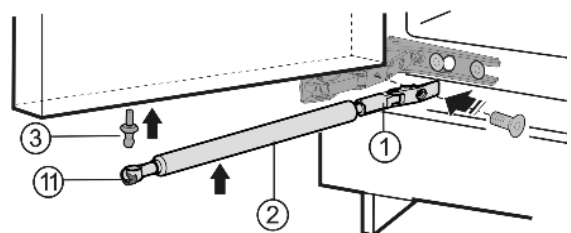

Fig. 5
- ▶ Avvitare il perno sferico Fig. 5 (3) nel nuovo foro di fissaggio.
- ▶ Spingere di nuovo in avanti la molla di trazione Fig. 5 (11).
- ▶ Avvitare il supporto Fig. 5 (1).
- ▶ Agganciare l'ammortizzatore di chiusura Fig. 5 (2) nel perno sferico.